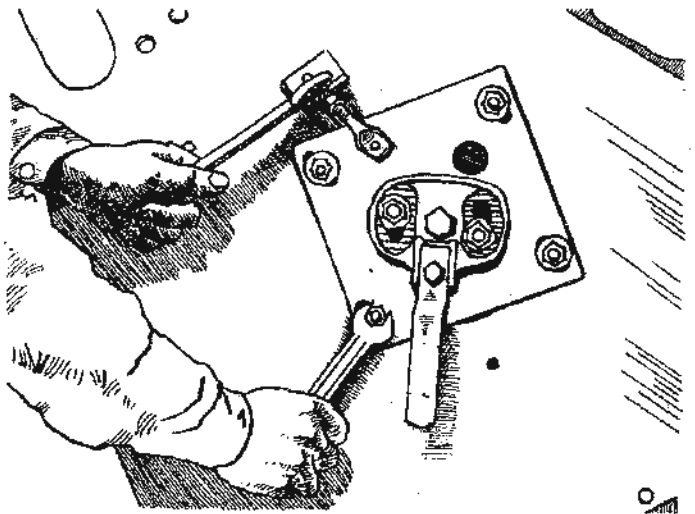

Рис. 153. Регулировка зазора между шнеком и днищем
- между шнеком и днищем (рис. 153)